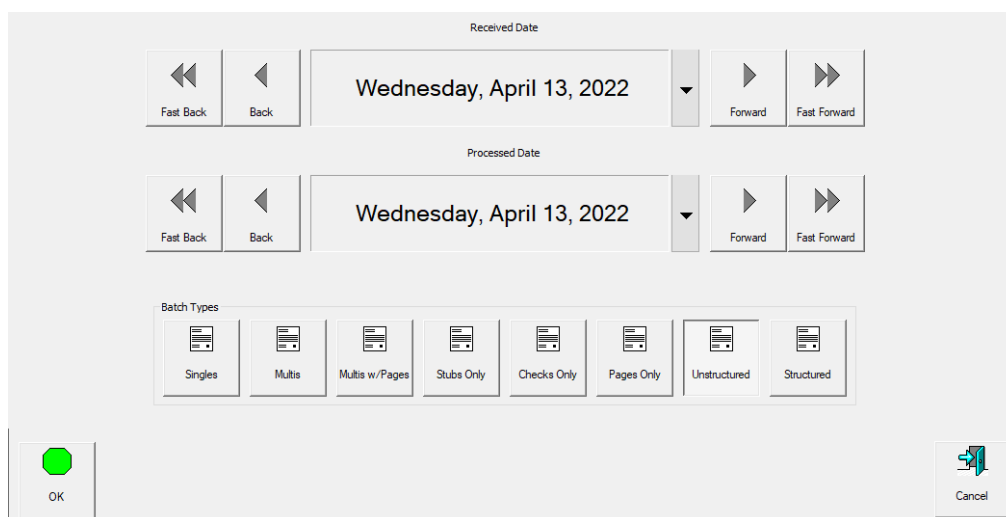

図 3-10 : 処理日と受入日の入力を要求
- ジョブタイプ、処理日、受信日の変更を促すプロンプトが表示され、オペレータがジョブタイプまたは処理日を選択する必要があります。選択後、**OK** ボタンをクリックして続行します（図 3-10）。